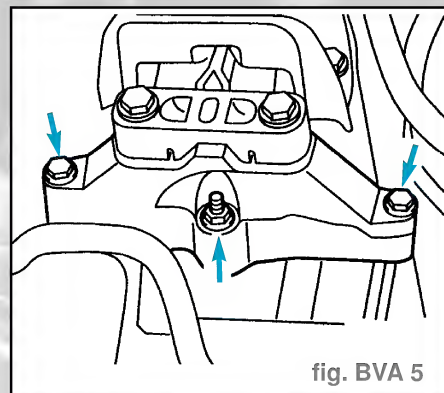

fig. BVA 5
- Dévisser les quatre vis du berceau avant (1) et (3).
- Dévisser l'appui gauche de la boîte de vitesses (fig. BVA 5).